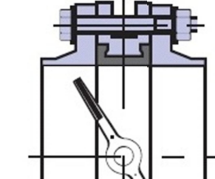

Рис. 6
8. Затяжка болтов производится до момента соприкосновения зеркала фланцев с корпусом затвора. Не перезатягивайте болты. Затяжка болтов на межфланцевых соединениях должна быть равномерной по всему периметру в соответствии с таблицей (см. ниже). Медленно закройте и откройте дисковый поворотный затвор. Если установка затвора была проведена правильно, затвор должен свободно открываться и закрываться (рис.6).